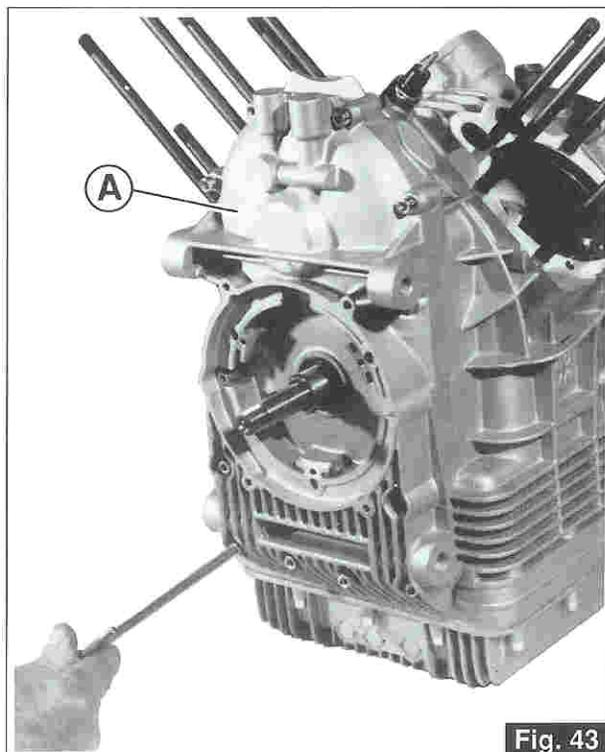

Fig. 43
- Svitare le 14 viti di tenuta del coperchio distribuzione «A» (Fig. 43).
- Unscrew the 14 screws securing timing system cover «A» (Fig. 43).